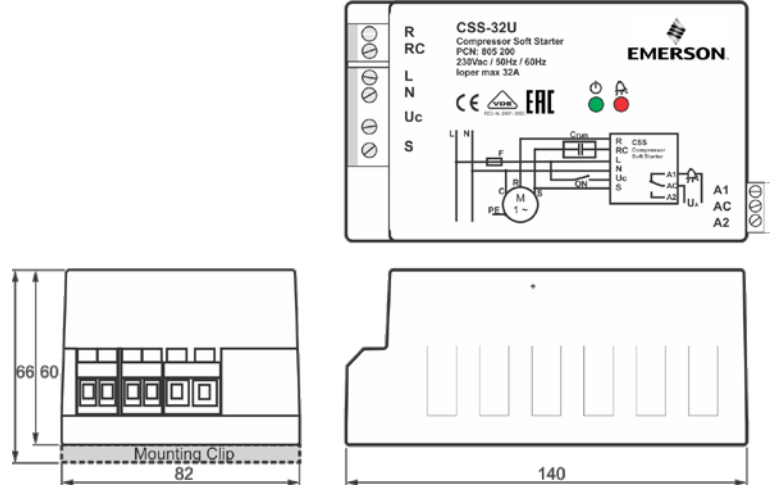

Fig. 4
- Montare solamente all'interno del quadro elettrico. La staffa di montaggio consente il fissaggio su guida DIN; per un montaggio sicuro su ogni superficie piana, è dotata di quattro fori (Ø4.5mm). Può essere fissata al Soft Starter in due direzioni (Fig. 4).